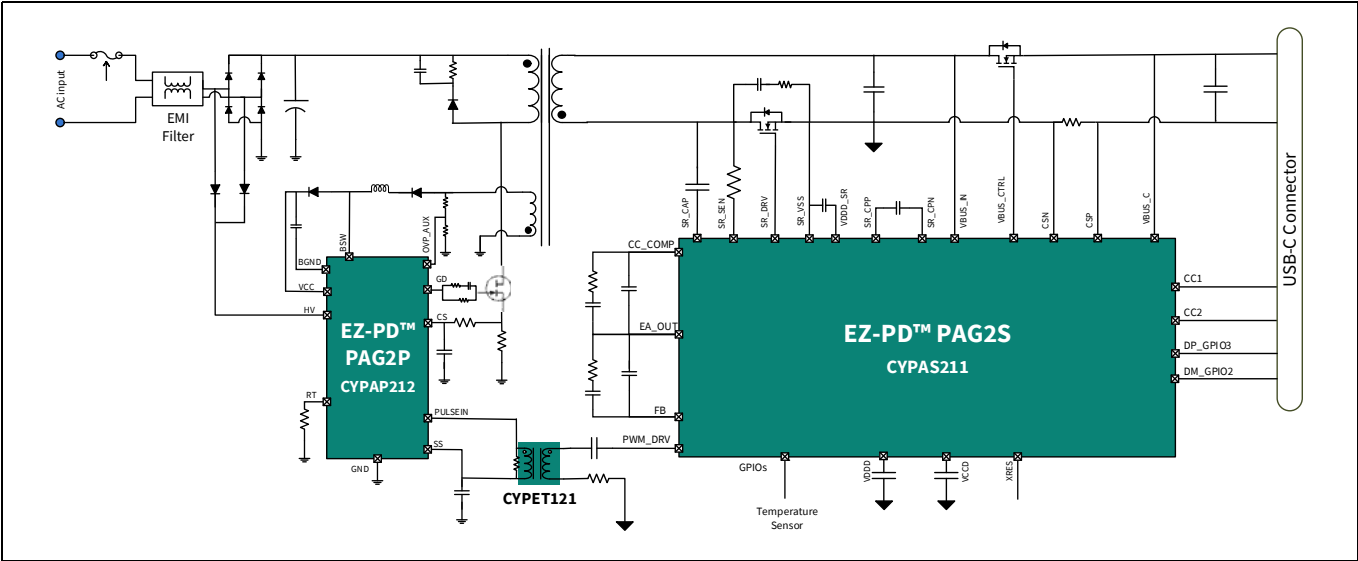

Figure 1 具有次级侧反激式控制的 USB PD 适配器
Figure 1 显示的是实现次级侧控制同步反激式系统的电源适配器应用图。在该系统中，EZ-PD™ PAG2S-QZ 在电压控制模式下调制初级 MOSFET 的脉冲宽度。PAG2S-QZ 使用内部误差放大器 (EA) 和可编程斜坡发生器来确定 PWM 的脉冲宽度。该 PWM 信号通过脉冲边沿变压器从次级传输到初级。在该拓扑结构中，PAG2S-QZ 集成了三个关键功能：次级侧 PWM 控制、充电协议控制和故障保护。在以下示例中，EZ-PD™ PAG2P 用作初级控制器并与 PAG2S-QZ 配合使用。
PAG2S-QZ 集成了两个误差放大器模块，可处理恒压和恒流操作模式的次级输出检测和调节。误差放大器输出被馈入到内部模拟 PWM 模块。误差放大器的负输入为反馈 (FB) 引脚，正输入为内部参考电压。根据所需的 VBUS 输出，可以使用内部源 / 灌电流 IDAC 更改 FB 引脚上的电压。FB 引脚和 EA_OUT 引脚之间需要一个外部补偿网络，如应用图所示 (参见 Figure 1)。恒流操作使用内部 LSCSA，其输出被馈入到一个独立的误差放大器，如功能框图所示。需要在 CC_COMP_GPIOx 和 EA_OUT 之间放置一个外部补偿网络来实现恒流模式调节，如 Figure 1 所示。